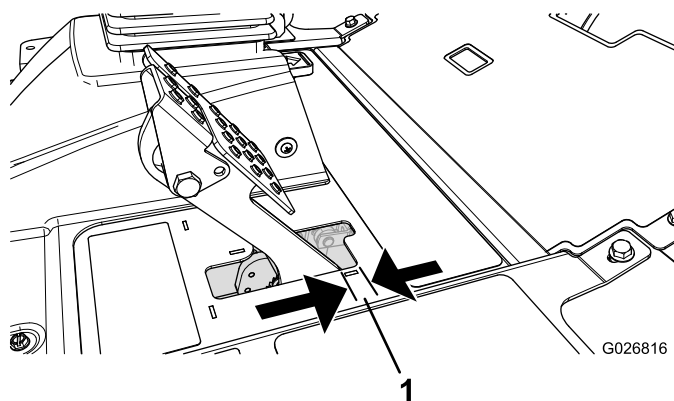

Figura 62
Ajuste los frenos si el pedal de freno tiene más de 2,5 cm de holgura (Figura 62), o cuando se necesite más fuerza para frenar. La holgura es la distancia que recorre el pedal de freno antes de notarse una resistencia de frenado.
2. Apriete la tuerca trasera para mover el cable hacia atrás hasta que los pedales de freno tengan una holgura de 6 a 13 mm (Figura 62) antes de bloquearse las ruedas.